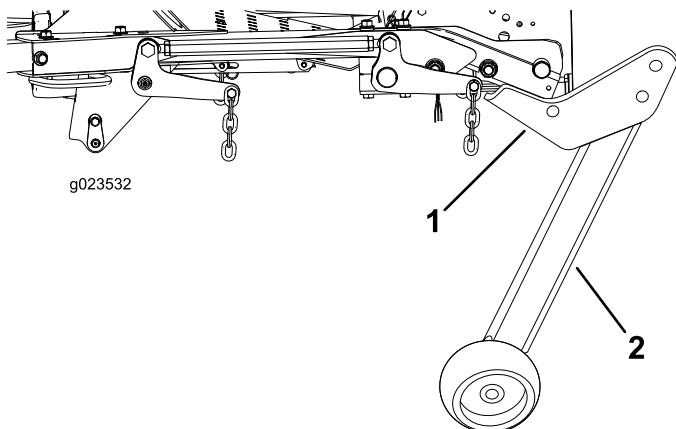

Figure 9
5. Déposez le support de montage et le tube de support pour accéder aux boulons sur le côté droit (Figure 9).